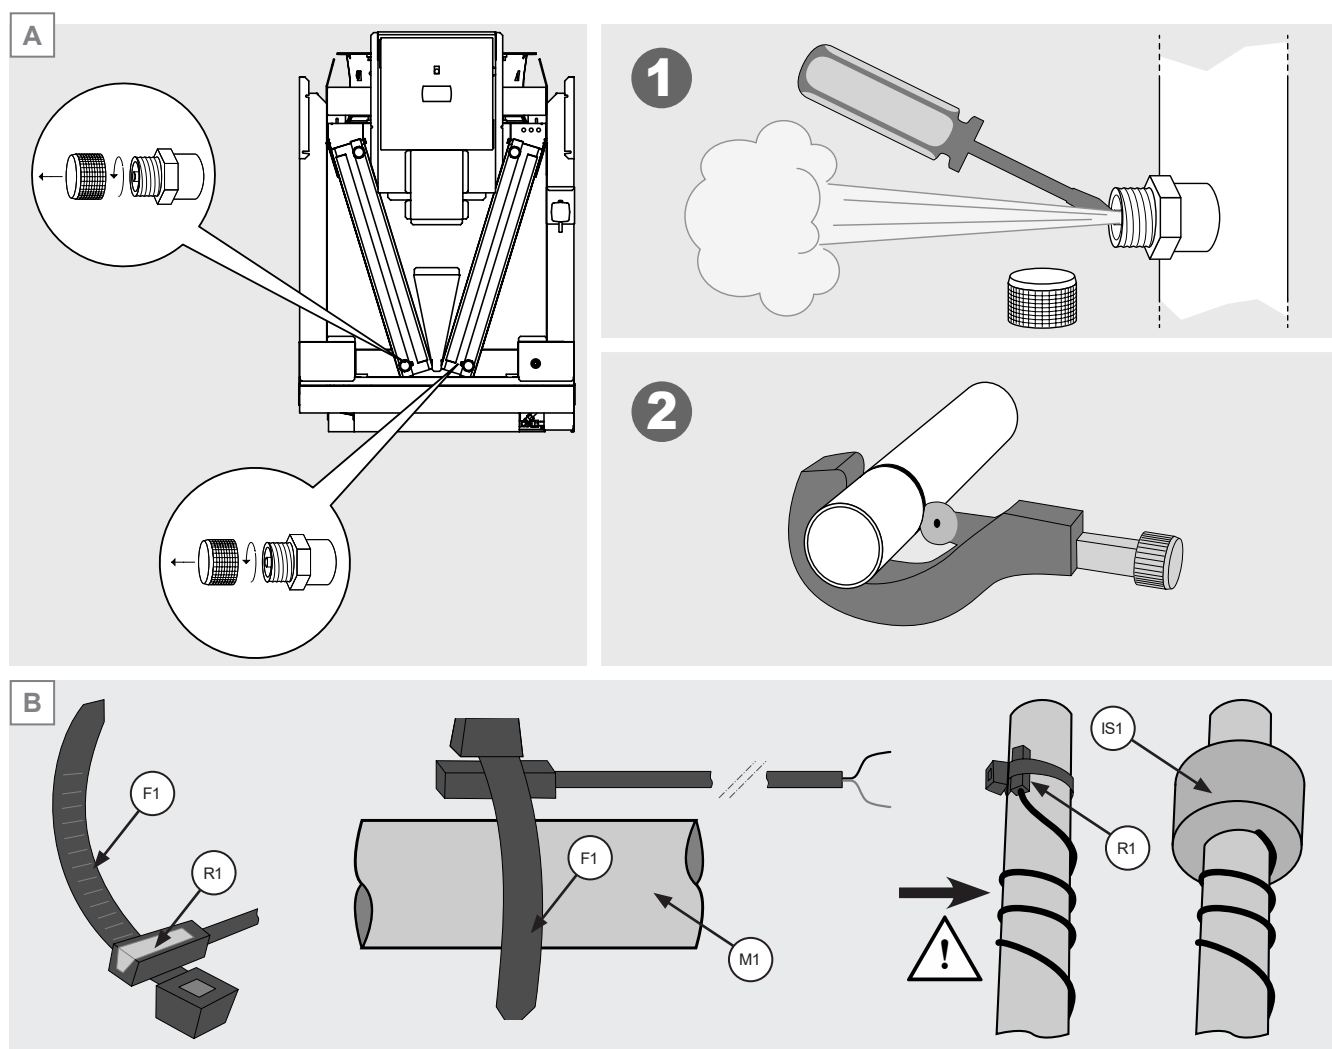

Figure 10
- 6.13 Avant de couper les manchons d'entrée et/ou de sortie (modèles AVK, AVS), évacuer la pression de précharge (environ 29 psi) de l'échangeur. Voir la Figure 10 A.
- 6.14 Pour les modèles de refroidisseurs de gaz uniquement : il incombe au client d'installer les sondes de température sur les manchons de sortie de l'échangeur de chaleur. Les sondes sont constituées d'une pince (F1) qui supporte le détecteur (R1) : la pince doit être fixée au manchon (M1) et le câble électrique (C1) doit être enroulé avec 2 bobines sur le tube lui-même. Isoler thermiquement la sonde avec l'isolant approprié (IS1). Voir la Figure 10 B.